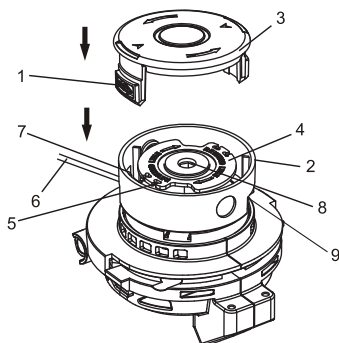

Fig.13
2. Retirer l'extrémité libre du fil pour coupe-herbe de la fente de retenue (5) de la bobine (Fig.13).
- b) Enrouler délicatement et uniformément le fil pour coupe-herbe sur la bobine afin d'éviter les chevauchements causant d'autres blocages du fil (Fig.13).